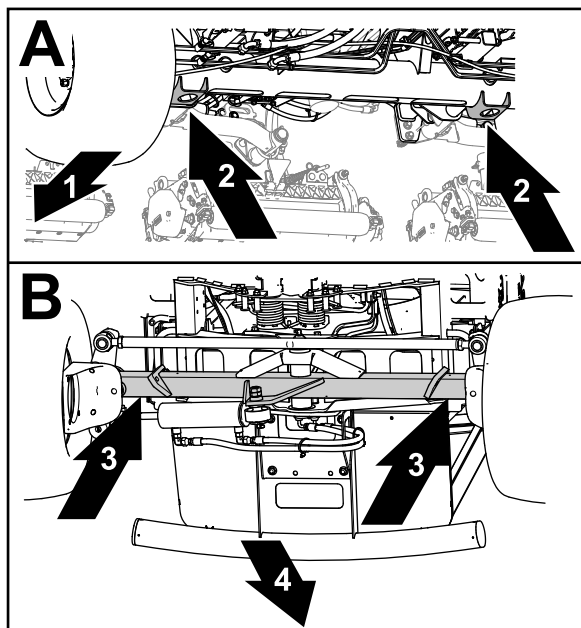

Figure 105
- Avant – supports de cric du tube d'essieu avant (Figure 105).